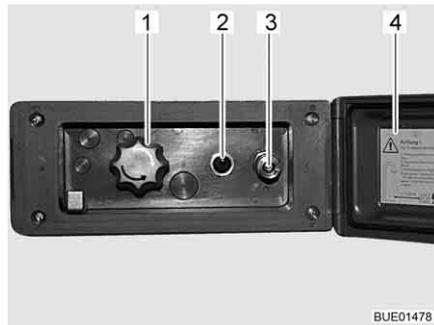

Fig. 128 Raccordo doccia esterno
- Sganciare ed aprire il coperchio (Fig. 128,4).
- Collegare il tubo flessibile della doccia esterna alla chiusura rapida (Fig. 128,3).
- Accendere la pompa dell'acqua con l'interruttore (Fig. 128,2).
- Regolare la temperatura dell'acqua ai gradi desiderati mediante la manopola (Fig. 128,1).
- Spegnere la pompa dell'acqua con l'interruttore (Fig. 128,2).
- Chiudere il coperchio (Fig. 128,4) e bloccarlo con la chiave.
- Ruotare la manopola (Fig. 128,1) sulla posizione centrale.